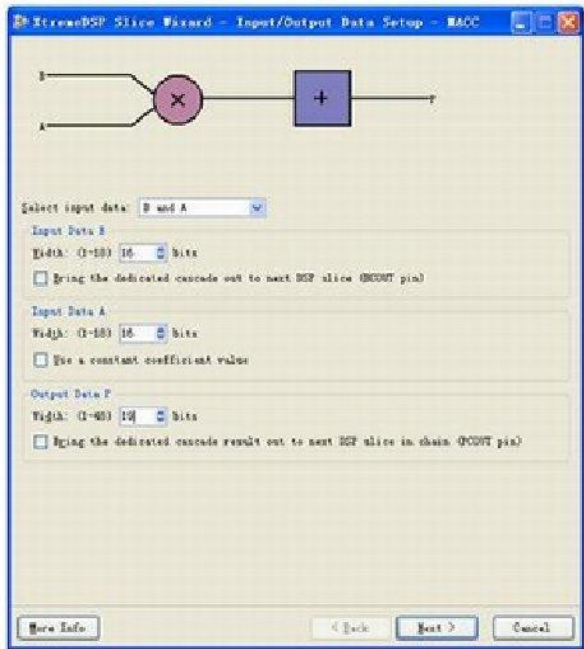
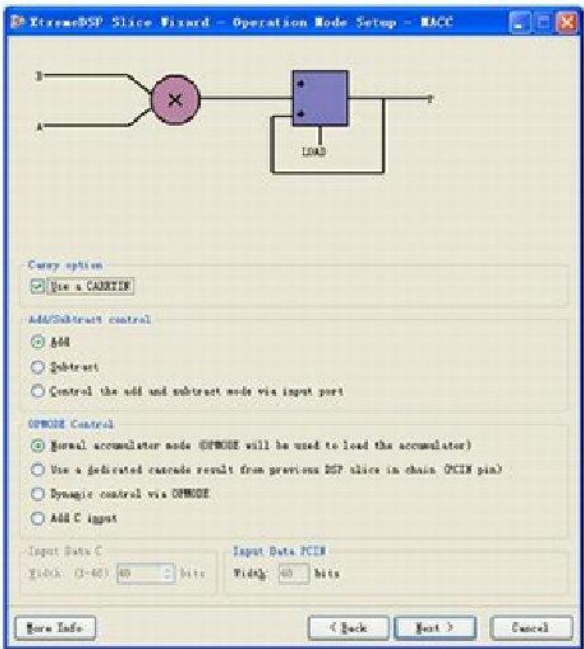
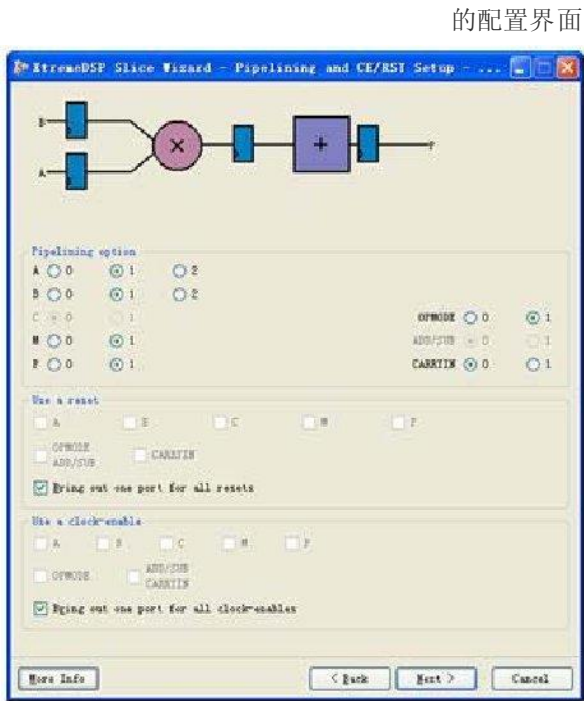

图 4-131 乘法器 IP core 的配置界面（1）
图 4-132 乘法器 IP core 的配置界面（2）
图 4-133 乘法器 IP core 的配置界面（3）
2) 配置 IP Core 参数。输入数据位宽设为 16 比特，且输入输出不与其余的 DSP Slice 级联，输出位宽设置为 19 比特，如图 4-131 所示，点击“Next”进入下一页；无进位选项，且只选择加法输入，OPMODE 模式设置为“Normal accumulator mode”，如图 4-132 所示，点击“Next”进入下一页；A、B 流水线都设为 1，其余设置如图 4-133 所示，点击“Next”进入下一